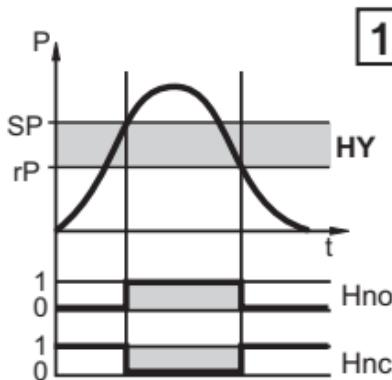

Abb. 1 Schließer
- Hysteresefunktion / Schließer:  $[\text{ou1}] / [\text{ou2}] = [\text{Hno}]$  (siehe Abb. 1)
- Hysteresefunktion / Öffner:  $[\text{ou1}] / [\text{ou2}] = [\text{Hnc}]$  (siehe Abb. 1)